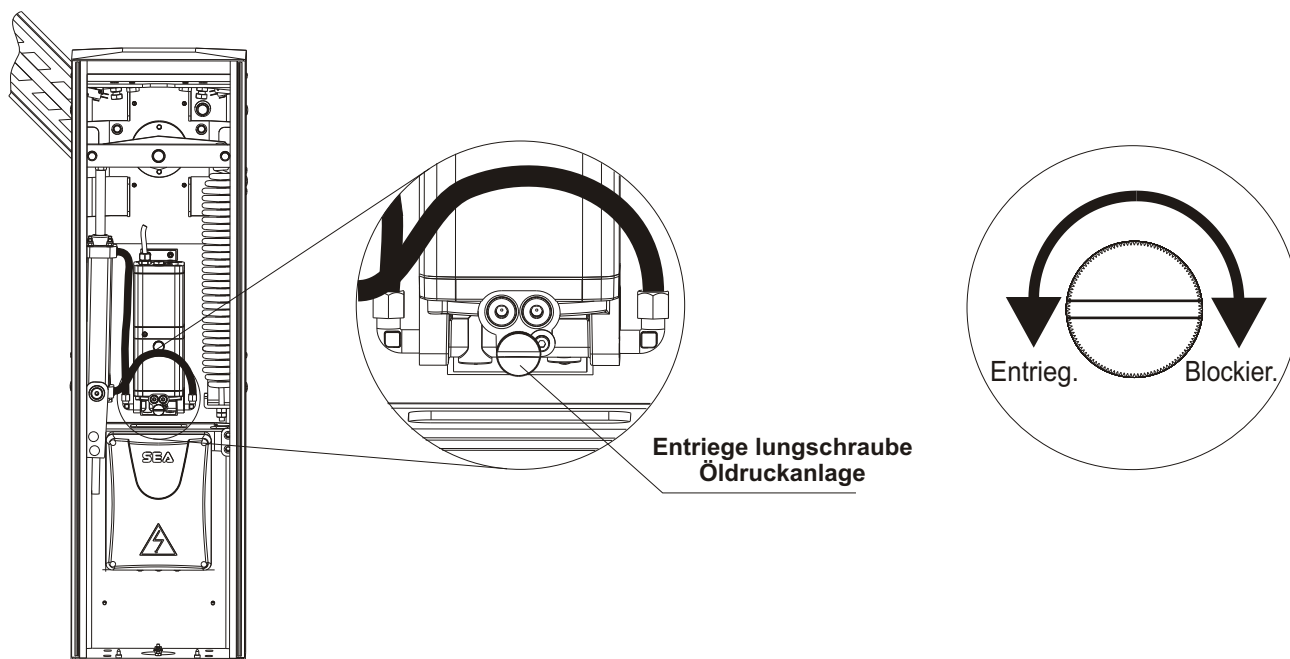

Abb.14
**Hinweis:** Bevor dieser Arbeitsvorgang durchgeführt wird, muss das Untersetzungsgetriebe entriegelt werden, siehe Abb. 14.